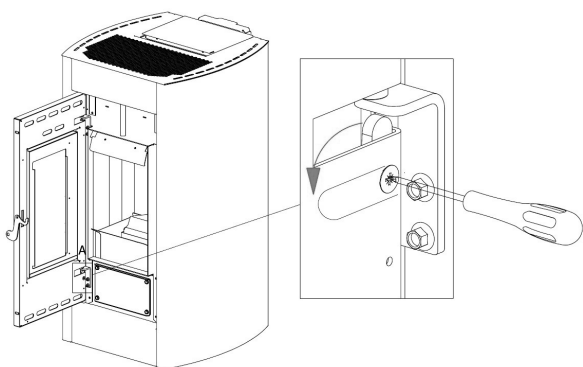

Fig. 31 - Usuwanie śrub
- Przy pomocy śrubokręta obrócić dźwignię w kierunku wskazywanym przez strzałkę (patrz **Fig. 31**).